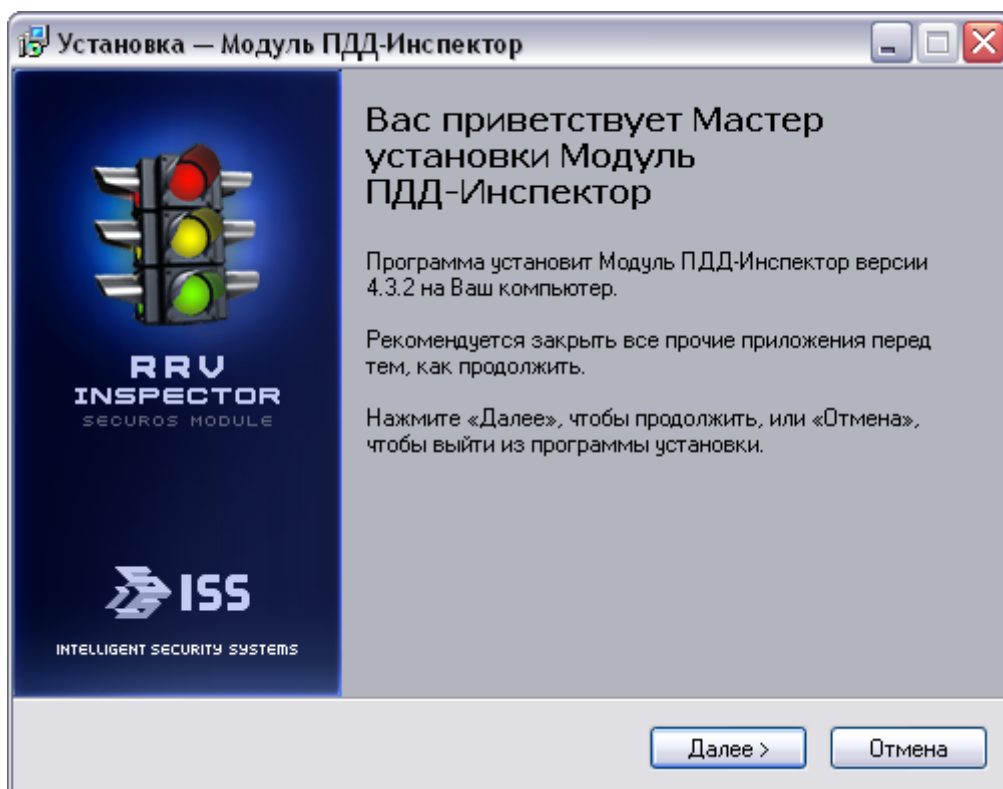

Рис. 3. Приветствие программы Мастера установки
1. Вставьте компакт-диск с программным обеспечением Модуля в дисковод компьютера и запустите файл `Install.exe`. В появившемся диалоговом окне выберите язык программы установки и нажмите кнопку **ОК**. Появится окно Мастера установки (см. рис. 3).